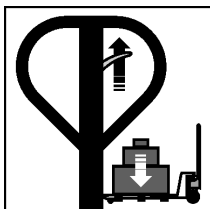

Fig. 9 – Bajar la carga
- c. Coloque la palanca hacia arriba para bajar la carga, de acuerdo con la fig. 9;